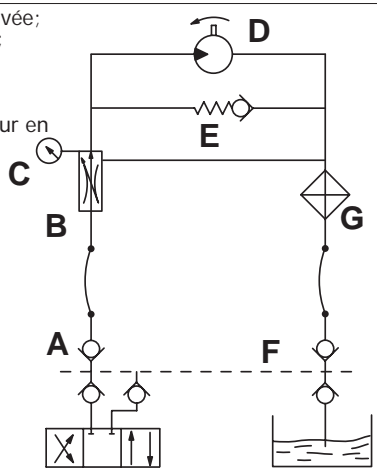
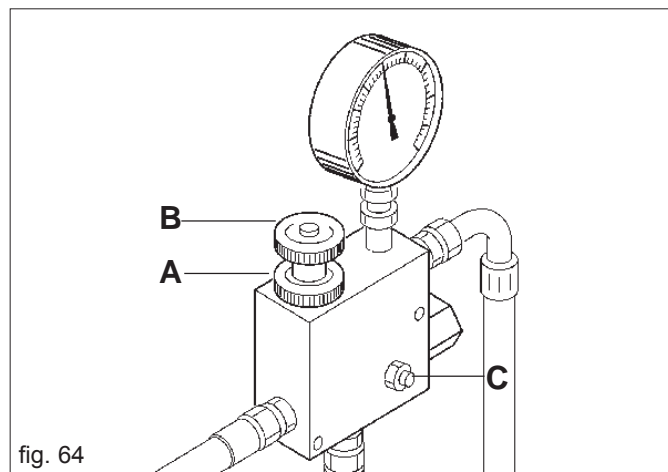

fig. 61 Lato trattore
fig. 64
- **Alimentation de l'huile**: respecter les données du schéma Fig. 61. Raccorder correctement les tuyaux oléohydrauliques aux distributeurs du tracteur, en suivant l'indication figurant sur chaque tuyau.
Avec le moteur arrêté et le tracteur bloqué, enclencher correctement tous les raccords rapides. Mettre en marche le tracteur et, afin d'éviter l'instabilité de la soufflante, actionner l'installation au minimum pendant quelques minutes jusqu'à ce que la pression de tout le circuit devienne constante. La pression peut être réglée uniquement lorsque l'huile atteint une température optimale et que la soufflante tourne à une vitesse constante. Si l'outil est utilisé avec différents tracteurs et, donc, avec différents distributeurs et huiles, il faut répéter la procédure de réglage pour chaque tracteur. Dans les tracteurs équipés de pompe à débit variable, (circuit hydraulique fermé), et dotés de régulateur de débit de l'huile, il faut ouvrir complètement le régulateur à trois voies (B Fig. 64) et commencer par un faible débit d'huile en ouvrant graduellement le régulateur à l'intérieur du circuit du tracteur jusqu'à ce que l'on atteigne la pression souhaitée, indiquée par le manomètre (C Fig. 61).
Si vous voulez augmenter la vitesse de rotation de la turbine pour le semis de semences plus lourdes agir avec grande prudence en opérant comme suit (Fig. 64):
- desserrer le collier de serrage (A Fig. 64);
- tourner en sens horaire ou contraire le volant (B) pour diminuer ou augmenter la pression et par conséquent le nombre de tours de la turbine.
Il est interdit pour quelque motif que ce soit de toucher à la vis (C Fig. 64) car cela pourrait provoquer la rupture du moteur, pompe ou de la soufflante.